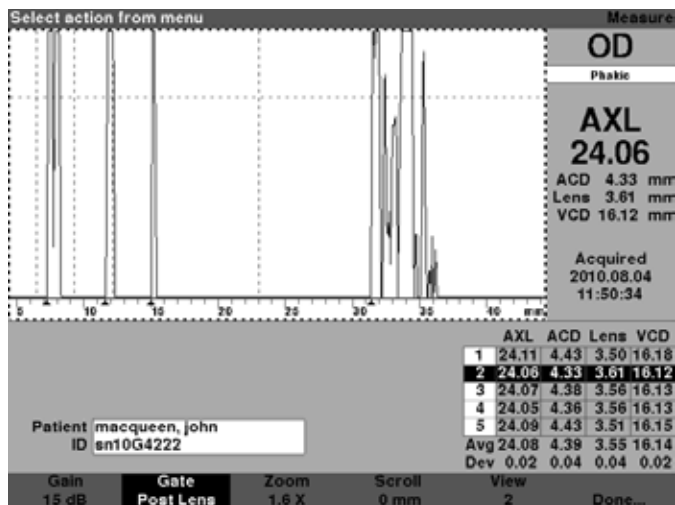

Figura 6-8 Menu de revisão da forma de onda ativado
2. Pressione o botão giratório ou o botão $\sqrt{\quad}$ para ativar a área da forma de onda atual, indicada pela borda tracejada conforme mostrado na Figura 6-8.
1. Pressione o botão abaixo da seleção “Gate” (porta) até exibir “Gate Cornea” (porta da córnea) conforme mostrado na Figura 6-8.